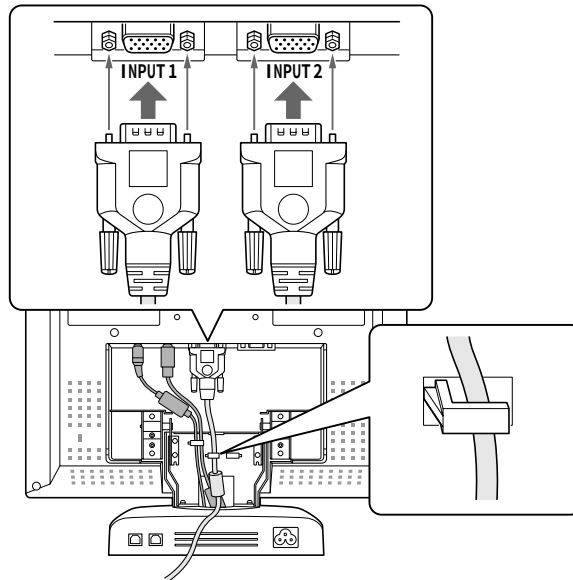
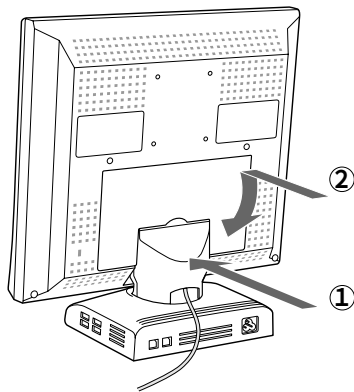

Abbildung D.1
Abbildung E.1
3. Entfernen Sie die Abdeckung vom Anschluß und Kabel (Abbildung C.1). Schließen Sie dann das 15-Stift-D-SUB-Minikabel des Videosignalkabels an den dafür vorgesehenen Anschluß auf der Rückseite des Monitors an (Abbildung D.1). Stecken Sie das Videosignalkabel unter die Andruckleiste A. Bringen Sie die Abdeckungen für Anschluß und Kabel wieder an (Abbildung E.1).